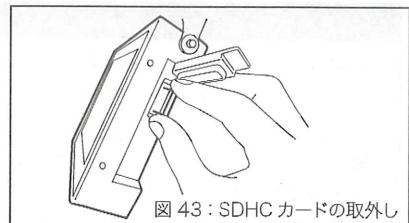

図 43: SDHC カードの取外し
- SDカードカバーを外し、SDHCカードを本体より取り外します。(図 43)